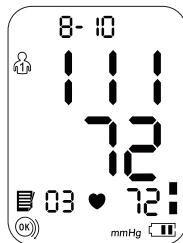

Fig. 2
5. Aparecerán todos los resultados para una determinada medición, incluidos los resultados de la medición, la frecuencia del pulso, el indicador de hipertensión y la alerta de ritmos cardíacos irregulares (si corresponde), Fig. 2.